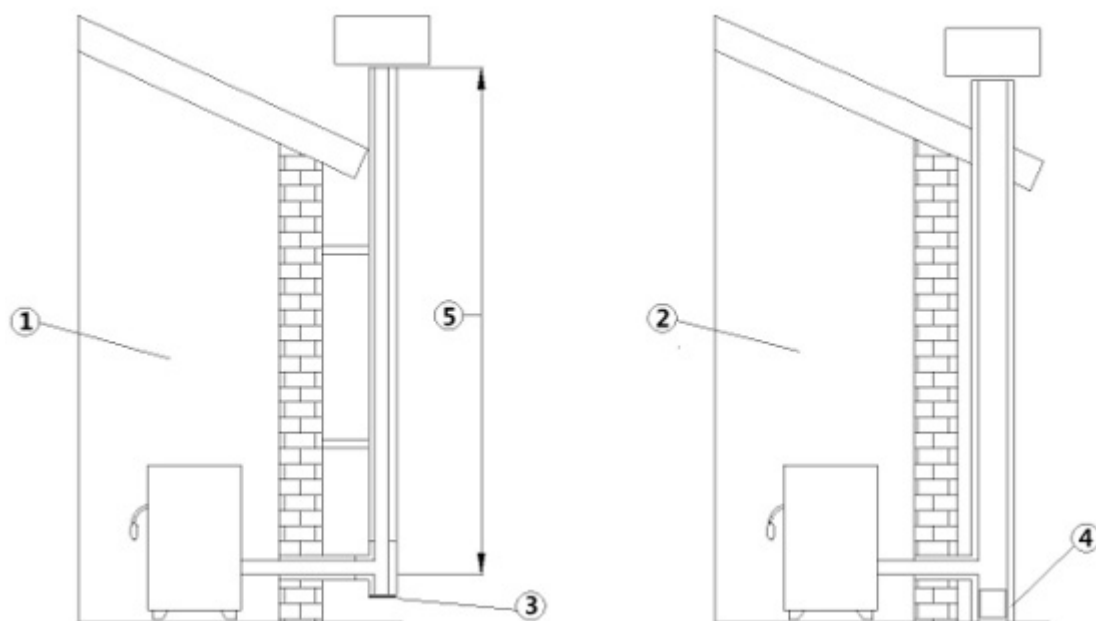

Fig. 2 - Kanały dymowe
OPIS	Fig. 2
- Kanał dymowy powinien być pojedynczy (patrz **Fig. 2**) wykonany z izolowanych przewodów rurowych inox (1) lub na istniejącym kanale dymowym (2).
- Obydwa rozwiązania powinny mieć zamknięcie rewizyjne (3) i/lub drzwiczki rewizyjne (4).